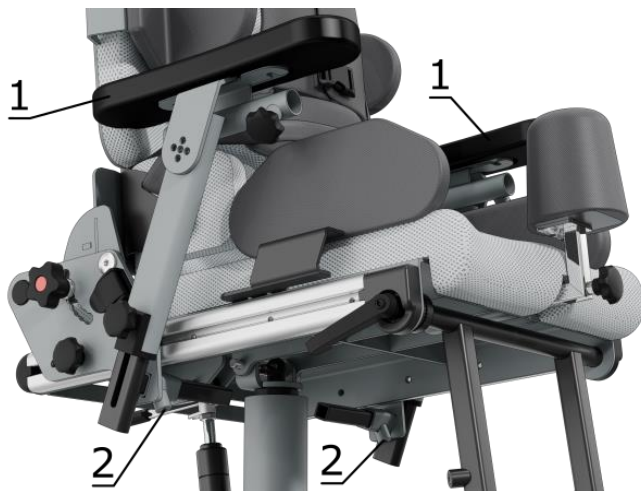

Рисунок 5. Настройка положения подлокотников по ширине
Для настройки положения подлокотника (1) по ширине освободите поперечное перемещение подлокотника вращением против часовой стрелки винта фиксатора (2). Установите нужное положение подлокотника (1) и плотно затяните винт фиксатора (2) вращая его по часовой стрелке (рис.5).